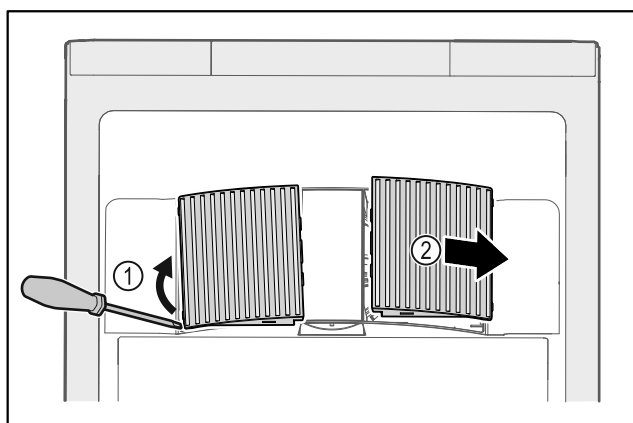

Fig. 126
- ▶ Lirk ut ventilatordekslene fra siden Fig. 126 (1), og ta dem ut forover Fig. 126 (2).